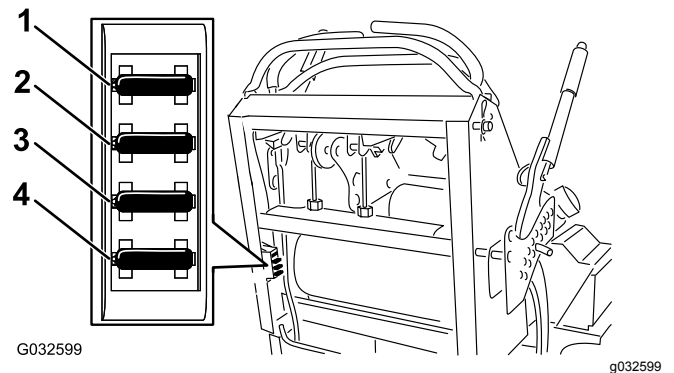

Figure 52
4. Sortez le fusible et remplacez-le (Figure 52).